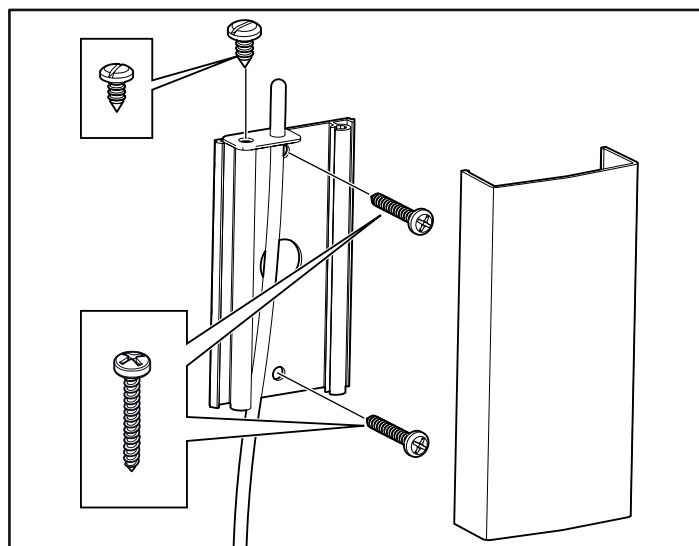
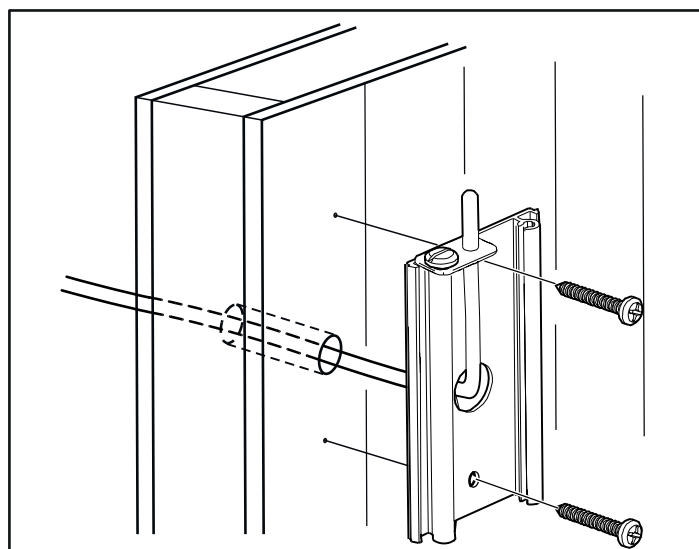

Fig 21: Montering av sensorn
Fig 22: Ledningsdragning genom vägg.
3. Montera sensorn på väggen se Fig 21. Termistorledningen kan även dras igenom väggen. Täta eventuella hål i väggen bakom sensorn, se Fig 22. Termistorledningen kan förlängas utanför bastun med svagströmsledning (2-ledare).